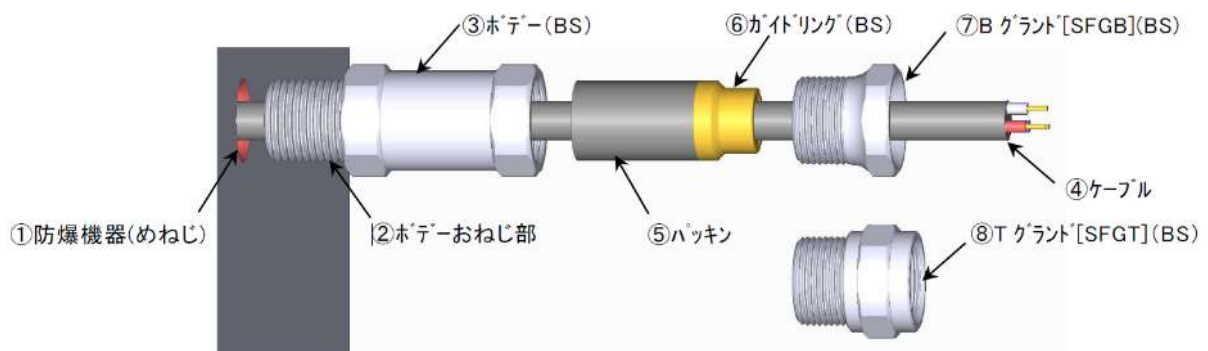

図 13 SFGT 20-N-F、SFGB20-N-F 構造
15.3.2 オプション型式:SFGT20-N-F、SFGB20-N-F (図 13 参照)
- ①防爆機器(めねじ)と②ボデーおねじ部のねじ規格・サイズ的一致を確認し、③ボデーを工具で締付けます。**ボデー推奨締付トルク値:40 N・m**
- ⑤パッキン端面の浮出し文字で適用ケーブル外径範囲を確認して、適正外径の④ケーブルを⑦(⑧)グラント、⑥ガイドリング、⑤パッキン、そして③ボデーに通す。パッキン内径と適用ケーブル外径は下表にて選定ください(ガイドリングは各内径パッキンに共用)。